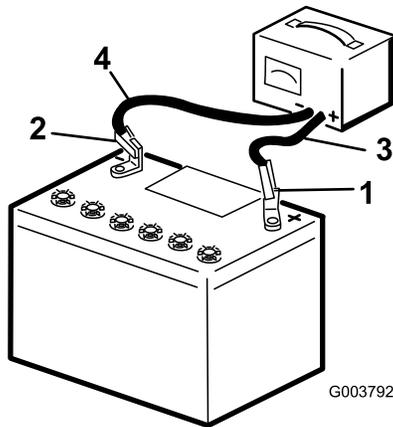

Figura 34
- Cargue la batería durante 10 a 15 minutos a 25–30 amperios, o durante 30 minutos a 4–6 amperios (Figura 34). No sobrecargue la batería.
- Cuando la batería esté completamente cargada, desconecte el cargador de la toma de electricidad, luego desconecte los cables del cargador de los bornes de la batería (Figura 34).
- Usando las fijaciones que retiró anteriormente, conecte el cable positivo (rojo) al borne positivo (+) de la batería (Figura 34).
- Usando las fijaciones que retiró anteriormente, conecte el cable negativo (negro) al borne negativo (-) de la batería (Figura 34).
- Sujete la batería con la barra y las tuercas de orejeta (Figura 34).